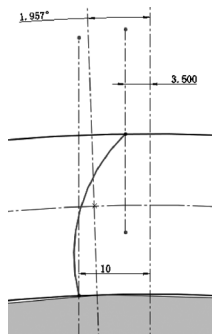

图 8-33 绘制三点圆弧
⑧ 绘制圆弧。选择菜单栏中的“工具”→“草图绘制实体”→“三点圆弧”命令，或单击“草图”控制面板中的“三点圆弧”按钮。选择与原点相距 10mm 的竖直中心线和齿根圆的交点为起点，选择与原点相距 3.5mm 的竖直中心线和齿顶圆的交点为终点，如图 8-33 所示。